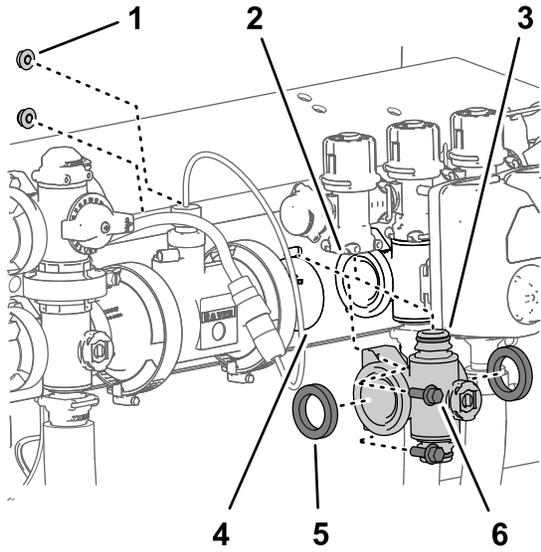

Figura 110
4. Para los distribuidores de la válvula de sección izquierdo y derecho, retire los 2 pernos con arandela prensada ($\frac{1}{4}$ " x $\frac{3}{4}$ ") y las tuercas prensadas y las 2 contratuercas prensadas ($\frac{1}{4}$ ") que sujetan el distribuidor de la válvula de sección al soporte de la válvula (Figura 110).
5. Mueva el distribuidor de la válvula de sección y las juntas hacia abajo hasta que estén libres de la válvula de desvío de sección, y luego retírelos de la máquina (Figura 110).